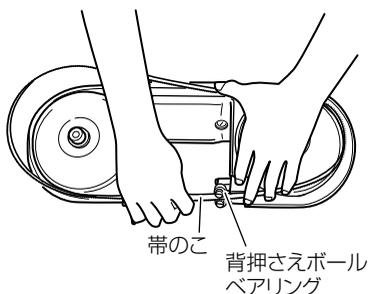

図 31
- (3) 帯のこののこ車に付着している油や汚れをふき取り、のこ押さえボールベアリング部の背押さえボールベアリングに突き当たるまで、帯のこを挿入します。(図 31)